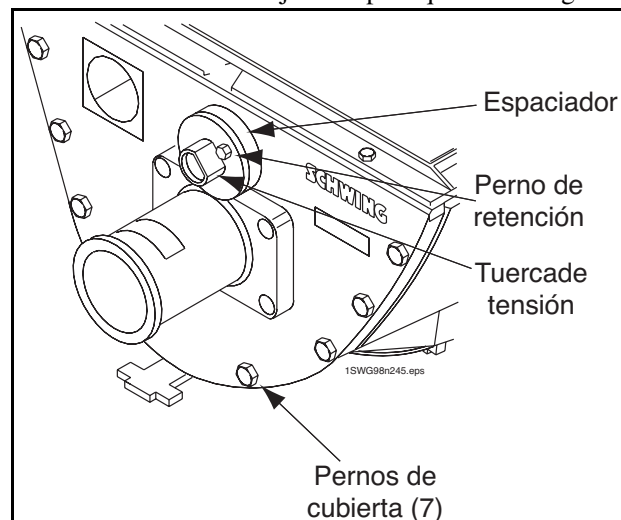

Figura 66
- Compruebe una vez por semana la tensión de la tuerca de la válvula oscilante para ver si tiene juego (Figura 66). Para comprobar esta tuerca, extraiga el perno de retención de 16 mm, tome con la mano la tuerca de tensión y gire en sentido horario. Hay muchos agujeros para el perno de retención en el espaciador atrás de la tuerca de tensión. El objeto es colocar el perno de retención en el agujero más distante que se pueda alcanzar mientras gira A MANO la tuerca de tensión. Si la tuerca de tensión sólo gira lo suficiente para entrar parcialmente en un agujero nuevo para pernos, gírela nuevamente ATRÁS hacia el agujero anterior. NO use una llave en la tuerca de tensión para que llegue a un agujero nuevo. Apretar demasiado la tuerca de tensión causará desgaste prematuro en el sello de riñón. La tuerca de tensión ajusta el juego libre de la válvula oscilante en el extremo del sello de riñón. El desgaste en el extremo del anillo de corte se compensa automáticamente mediante el resorte de presión. Vuelva a instalar y apriete el perno de retención. NO tiene que apretar el perno de retención de acuerdo a las especificaciones de par de torsión que normalmente se usan para ese tamaño de perno. Simplemente asegúrese de que el perno esté suficientemente ajustado para que no se caiga.
- c. Afloje la tuerca de tensión Figura 66.